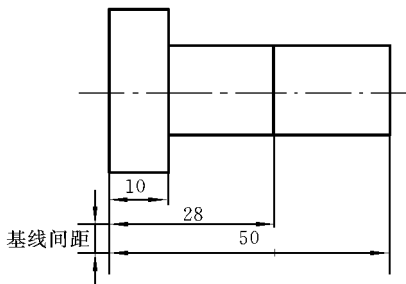

图 6.7 “基线间距”示例
② 基线间距:当使用“基线”命令标注尺寸时,尺寸线之间的距离,如图 6.7 所示。